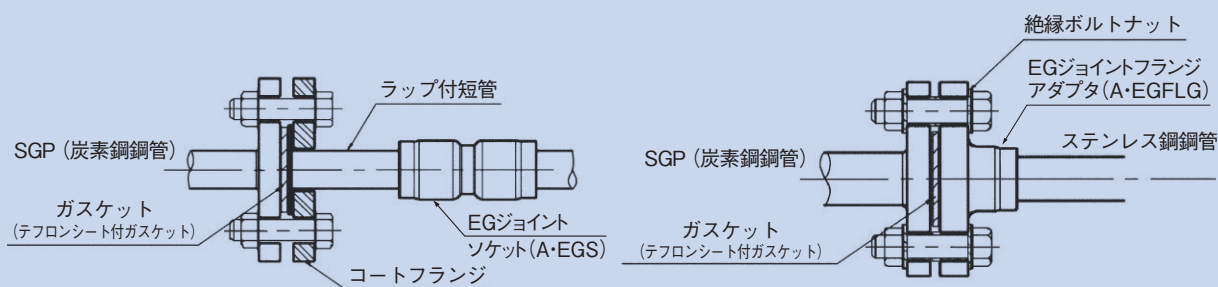

図3-3-1 亜鉛メッキ鋼管との接合
- フランジ接合の場合はコートフランジ又は絶縁ボルトナットをお使いください。（図3-3-1）